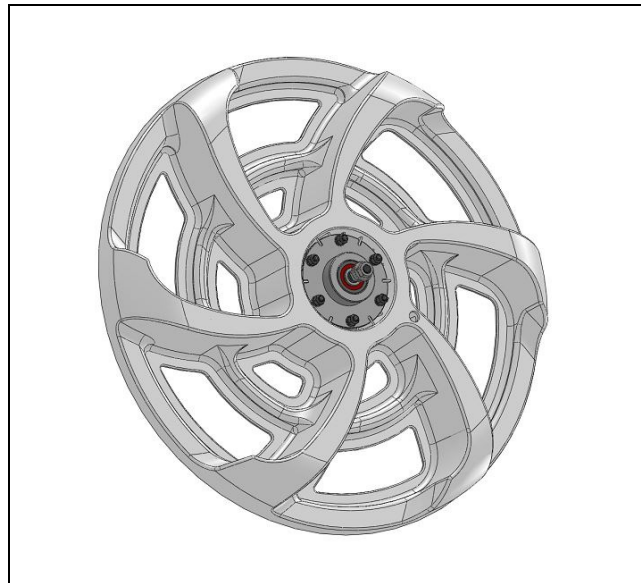

Fig. 15
15. The fan is now exposed. The fan cage or the fan can be replaced (Fig. 15).